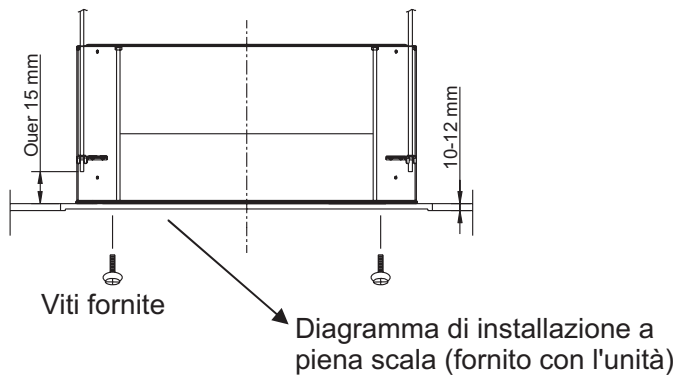

Fig.8
- La lunghezza delle viti di sospensione deve essere adatta ad una distanza fra l'estremità della vite e la base dell'unità di più di 15 mm, come illustrato in Fig. 8.